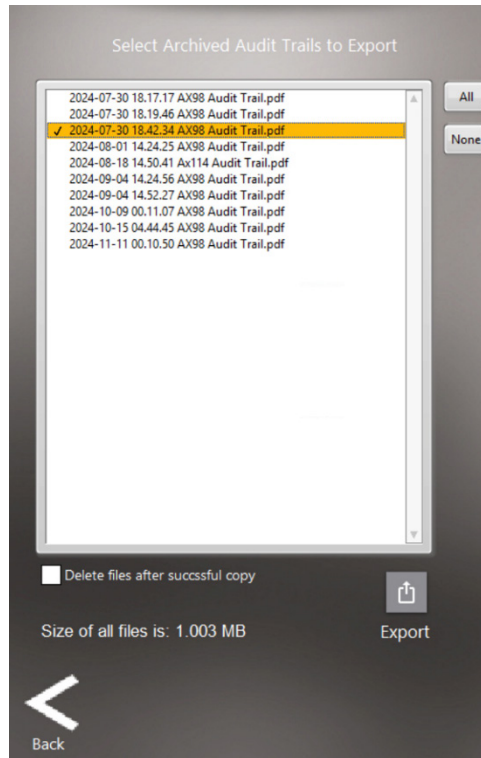

图16：导出存档的审计追踪屏幕
2. 要导出以前存档的审计追踪，轻触 **Export Archived**（导出存档） 图标，将显示图 16 中的屏幕：